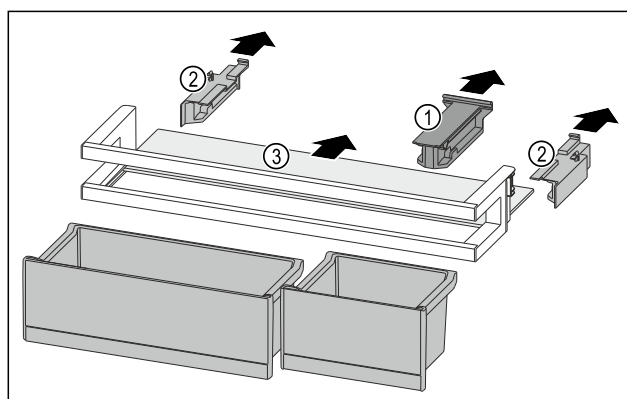

Fig. 132
- Изтеглете задържащата част Fig. 132 (1).
- Изтеглете страничните части Fig. 132 (2).
- Свадете рафта Fig. 132 (3).